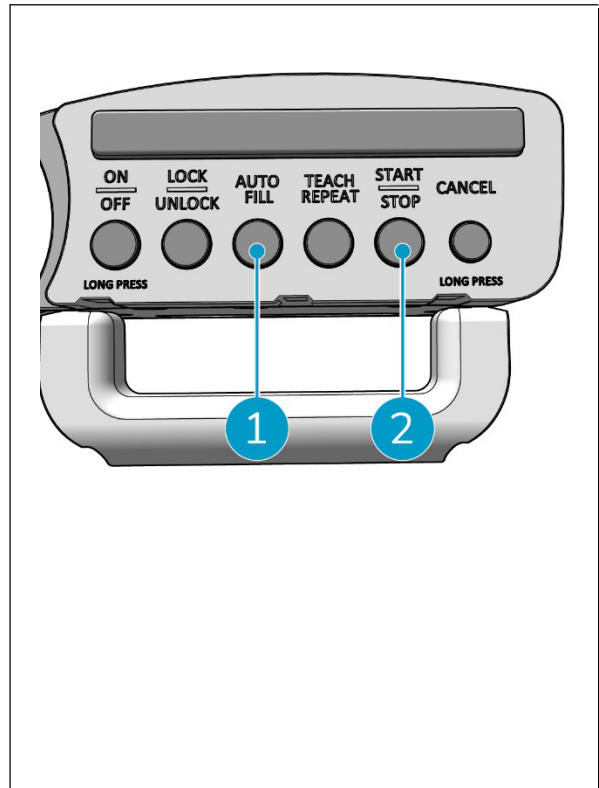

Figura 26
2. Pulse el botón de llenado automático (Figura 26, pos. 1). El botón Relleno automático estará en blanco.
4. Pulse el botón Inicio (Figura 26, pos. 2) para iniciar la limpieza automática. Tras la limpieza, el i-walk vuelve al punto de partida y se detiene automáticamente.
5. Pulse el botón Stop (Figura 26, pos. 2) en cualquier momento durante la limpieza para detener el i-walk, y utilice la app para editar el mapa de limpieza, véase 6.5.4.